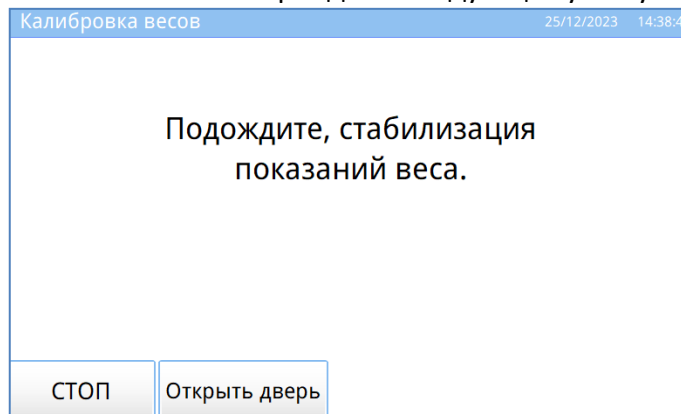

Рисунок 35 – Окно «Калибровка весов». Шаг второй
5.9.4 Появится сообщение «Подождите, стабилизация показаний веса.» (см. рисунок 35). Через несколько секунд аппарат автоматически перейдет к следующему шагу испытания.
5.9.7 Появится сообщение «**Подождите, стабилизация показаний веса**» (см. рисунок 35). Через несколько секунд аппарат автоматически перейдет к следующему шагу испытания.